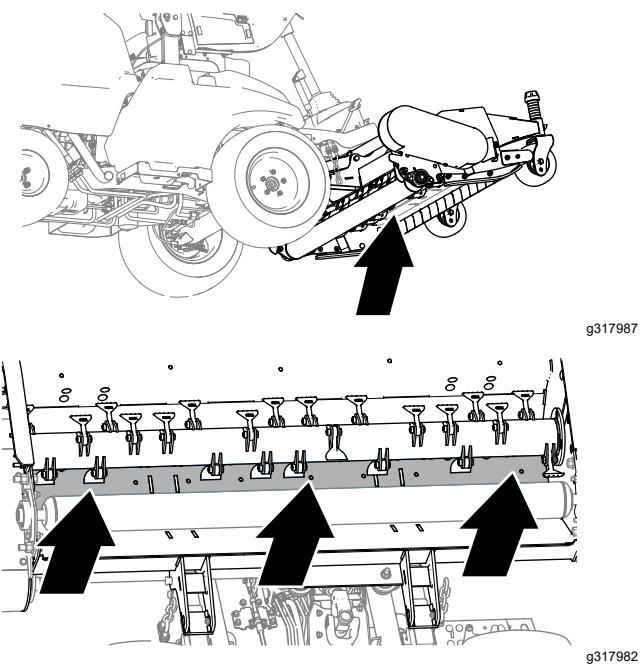

Figura 2
- Limpie la parte inferior de la carcasa, como se muestra en la Figura 2.